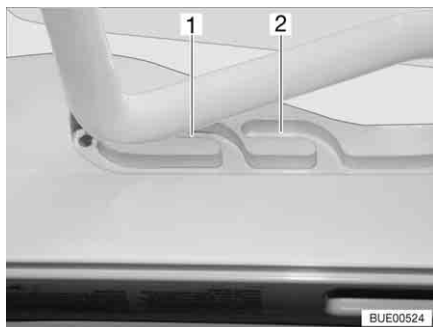
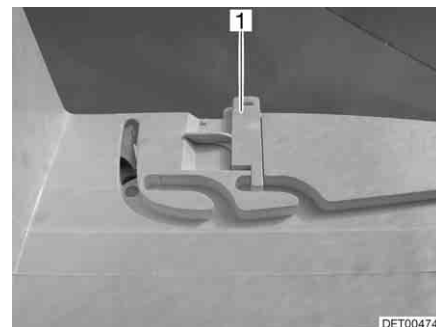

Fig. 127 Lanterneau Heki en position de ventilation
Fig. 128 Verrouillage position de ventilation
Il est possible d'amener le lanterneau Heki en deux positions de ventilation : Position pour mauvais temps (Fig. 127,1) et position intermédiaire (Fig. 127,2). Selon l'équipement, il est possible de verrouiller le lanterneau en position intermédiaire avec les deux verrous (Fig. 128,1) à gauche et à droite du cadre du lanterneau.
- Pousser légèrement l'étrier vers le haut, le pousser dans la glissière choisie (Fig. 127,1 ou 2) et le verrouiller si nécessaire.